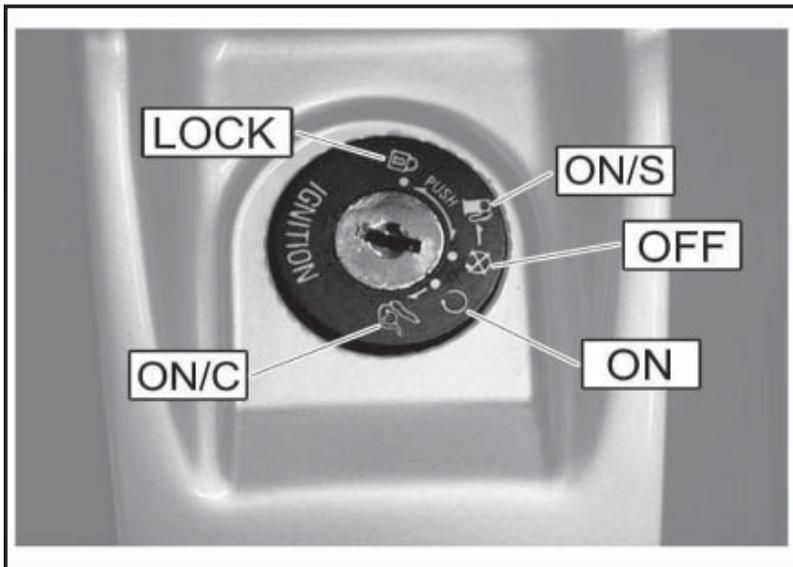

Fig. 01
4.13 - KEY-CONTROLLED SWITCH (Fig. 01)